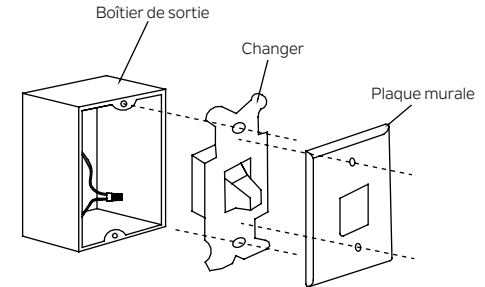

Fig. 25
**Étape 1.** Retirez la plaque murale existante et l'ancien interrupteur de la boîte de prise murale. Câblez les fils NOIR (chauds) avec le connecteur et repoussez à l'intérieur de la boîte de sortie. (Fig. 25)